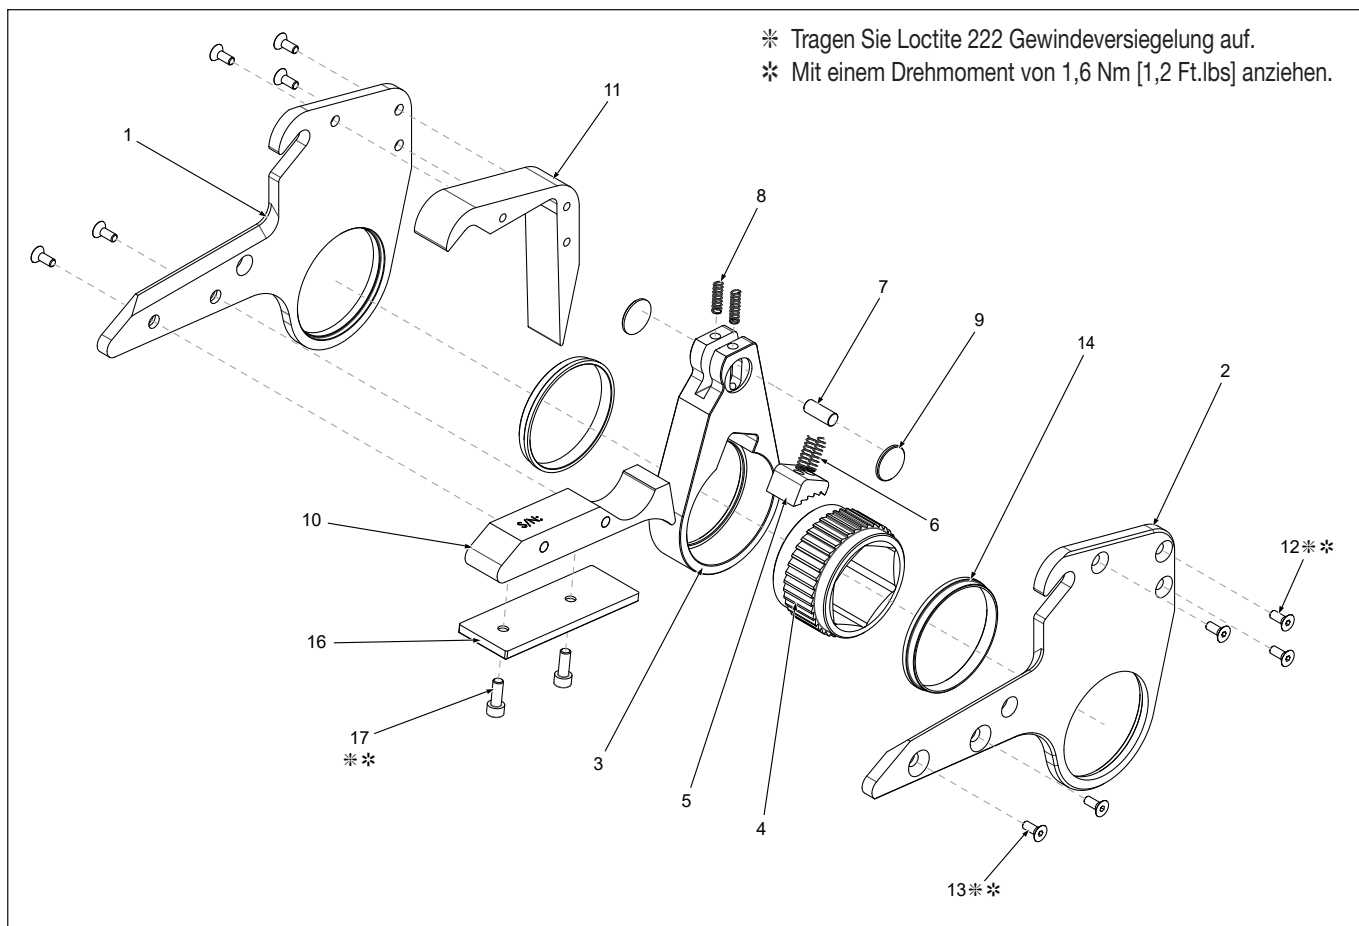

Abbildung 20: Explosionsansicht HMT HLP-Kassette
7.3.3 HMT HLP-Kassette - Demontage und Montage (Abb. 20/21)
- Wenn die HLP-Kassette auf der Seite liegt, entfernen Sie die drei vorderen Schrauben des Abstandshalters (12) und die beiden Schrauben des Abstützblocks (13) und anschließend die der Seitenplatte der HLP-Kassette (1 oder 2).
- Entfernen Sie die Ratschenbuchse (14). Die Antriebsscheibe kann nun aus der Kassette entfernt werden. Entfernen Sie vorsichtig die beiden Druckfedern (8) von der Antriebsscheibe und legen Sie diese beiseite.
- Entfernen Sie die Ratsche (4), die Klinke (5) und die Federn der Klinke (6).
- Lösen Sie die beiden Halter des Antriebsstifts (9) und ziehen Sie den Antriebsstift (7) aus der Antriebsscheibe (3) heraus.
- Entfernen Sie an der Halteplatte die drei vorderen Schrauben des Abstandshalters (12) und die beiden Schrauben des Abstützblocks (13). Entfernen Sie den vorderen Abstandshalter (11) und den Abstützblock (10) von der verbleibenden Seitenplatte der HLP-Kassette (1 oder 2).
- Demontieren Sie den Abstützblock, indem Sie die beiden Inbusschrauben (17) entfernen, und entfernen Sie die Verschleißplatte (16) vom Abstandshalter des Abstützblocks (10).
- Trocknen Sie alle Komponenten. Tragen Sie eine dünne Schicht Molybdändisulfid-Fett auf, wie in Abbildung 20 dargestellt.